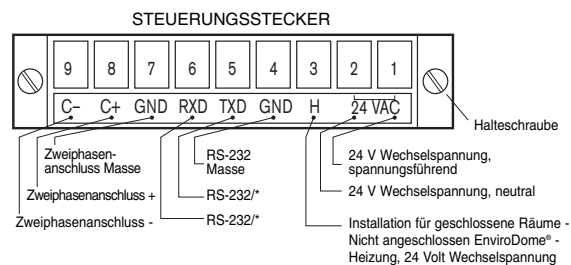

Abbildung 1
- 5.2.7. Die Kabel abisolieren und an die entsprechenden Stecker anschließen, danach die Schrauben fest anziehen (siehe ABBILDUNG 1).